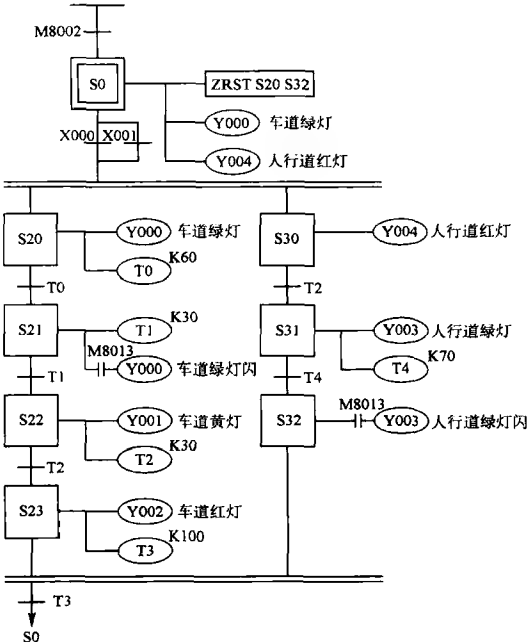

图 3-26 按钮人行道程序
(3) 控制程序 顺序功能图如图 3-26 所示。其指令如下所示：